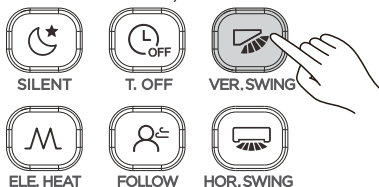

Figura 3.11
① Quando l'unità è accesa. Premere  (si veda Figura 3.11). Avviare la funzione swing verticale, e l'icona si accenderà , il segnale è inviato all'unità interna;